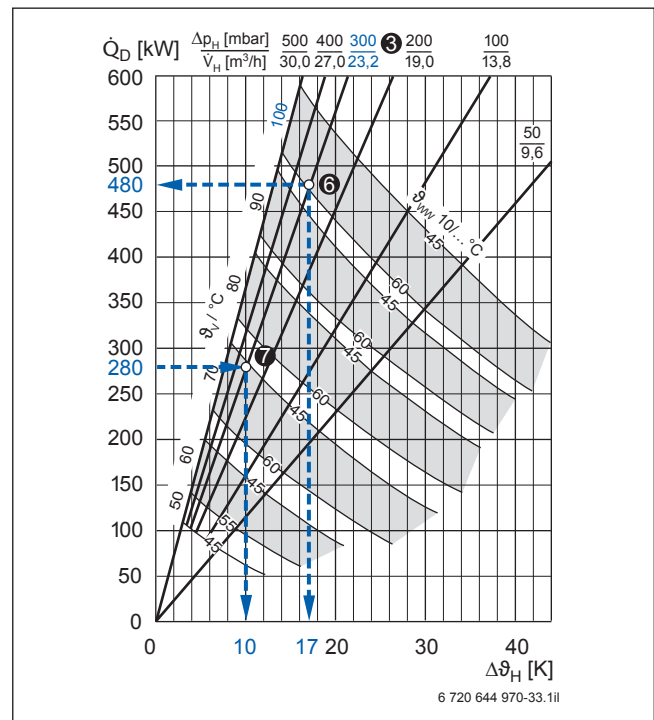

Bild 44 Warmwasser-Dauerleistung Logalux LTN2500 und LTN3000; Beispiel blau hervorgehoben (Abhängige Größen → Bild 39, Seite 55, Vorlage → Bild 86, Seite 115)
Zweckmäßigerweise ist vorab aus den verfügbaren Daten die k-Zahl für einen realen Betriebspunkt mit übertragbarer Leistung zu berechnen. Dazu wird der Speichertyp Logalux LTN ❶ gewählt. Mit dem zugehörigen Dauerleistungsdiagramm lässt sich als Druckverlustlinie die Kurve bei $\Delta p_H = 300 \text{ mbar}$ als zutreffend annehmen (Beispiel → Bild 44, ❸). Diese ist für die weitere Berechnung beizubehalten. Damit ist eine konstante Strömungsgeschwindigkeit im Wärmetauscher festgelegt.